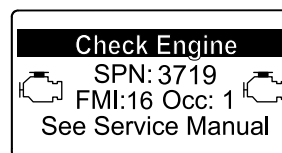

Figura 47
- Advertencia del motor SPN 3720, FMI 16 (Figura 47)